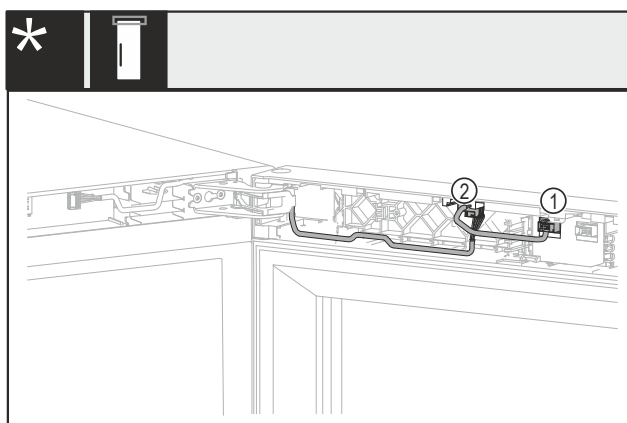

Fig. 18 Uden lås eller med mekanisk lås*
- ▶ Træk stikket Fig. 18 (1) ud.*
- ▶ Træk stikket Fig. 18 (2) ud.*